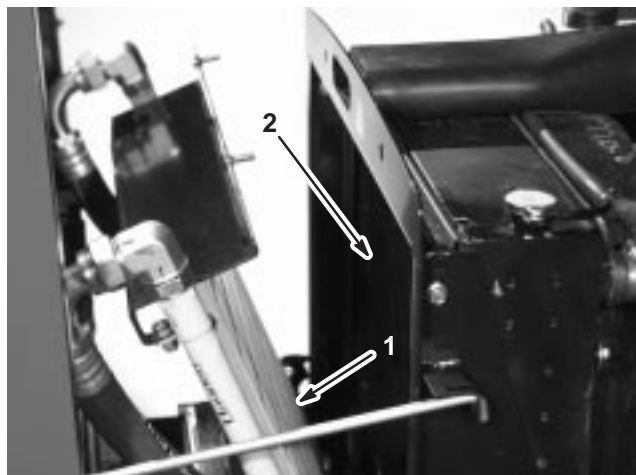

Bild 54
3. Kippen Sie den Ölkühler nach hinten. Reinigen Sie beide Seiten des Ölkühlers und des Kühlerbereichs (Bild 54) gründlich mit Druckluft.